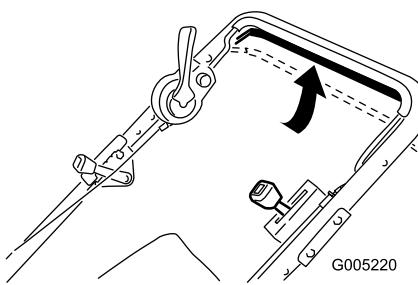

Figura 15
- Premete la barra di comando della trazione contro la stegola (Figura 15).